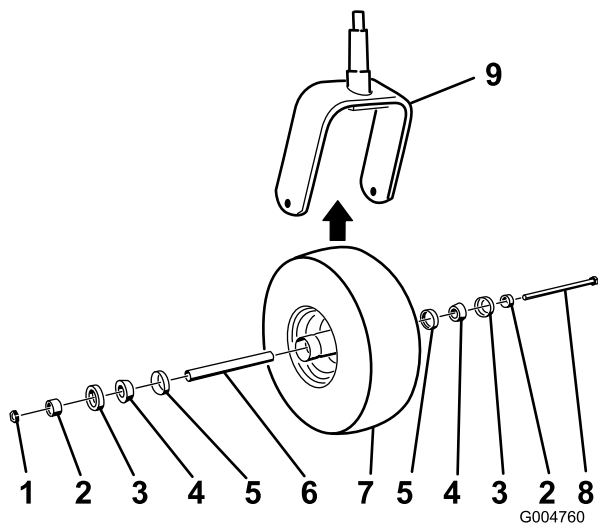

Bild 54
2. Entfernen Sie die Sicherungsmutter von der Schraube, mit der das Laufrad an der der Gabel befestigt ist (Bild 54).
5. Montieren Sie das Laufrad, indem Sie die konischen Lager und Dichtungen, die mit Schmiermittel gefüllt sind, in die Radnabe drücken, siehe Bild 54 für die Positionierung.